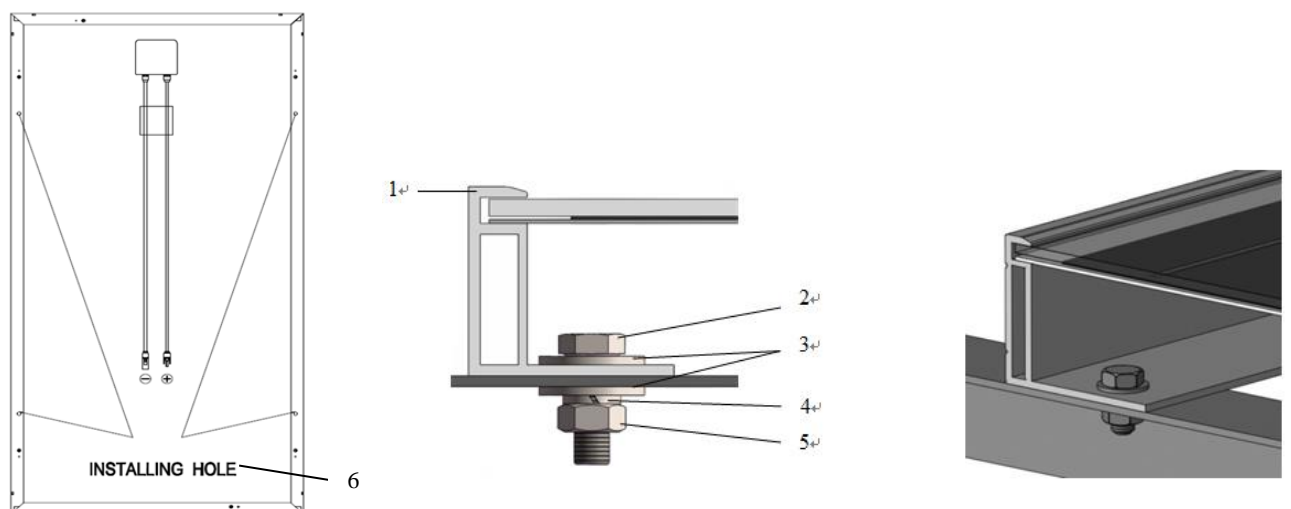

Figure 1. Fixation par boulonnage d'un module PV
- Fixer le module sur chaque orifice de montage à l'aide d'un boulon M8, d'une rondelle plate, d'une rondelle élastique et d'un écrou (voir la figure 1) et serrer à un couple de 16 à 20 Nm (de 140 à 180 lbf/po).
- Afin de garantir le bon fonctionnement du système, respecter la polarité adéquate de connexion du câble (figures 1 et 2) lors de la connexion des modules entre eux ou à une charge, telle qu'un onduleur, une batterie, etc. Si les modules ne sont pas correctement connectés, la diode de dérivation pourrait être détruite. Les modules PV peuvent être câblés en série afin d'augmenter la tension. Une connexion en série est réalisée lorsque le fil de la borne positive d'un module est connecté à la borne négative du module suivant. La figure 1 présente les modules connectés en série. Les modules PV peuvent être connectés en parallèle afin d'augmenter le courant (figure 2). Une connexion en parallèle est réalisée lorsque le fil de la borne positive d'un module est connecté à la borne positive du module suivant.